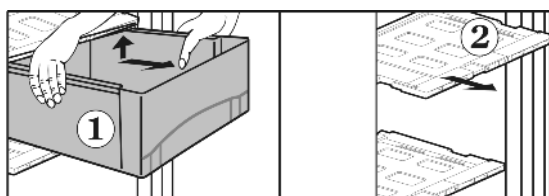

Fig. 11
- ▶ Выдвижные ящики Fig. 11 (1) извлеките до упора.
- ▶ У снятого выдвижного ящика крышку Fig. 11 (2) с регулятором влажности освободите из фиксаторов сверху, извлеките вперед.